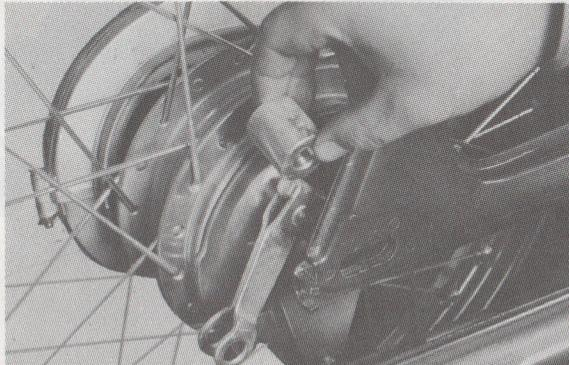

Fig. 3-12
- 3) Retirez l'entretoise. (Fig. 3-12)
- 3) Demonteer de afstandsbuis. (Fig. 3-12)